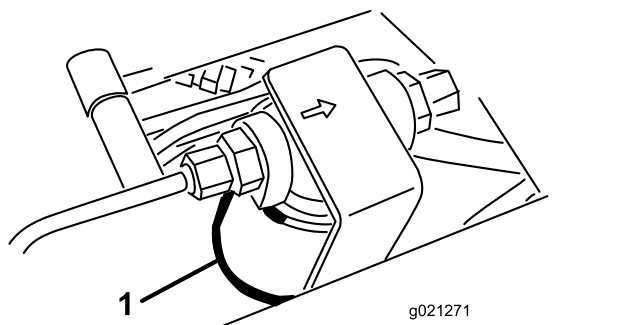
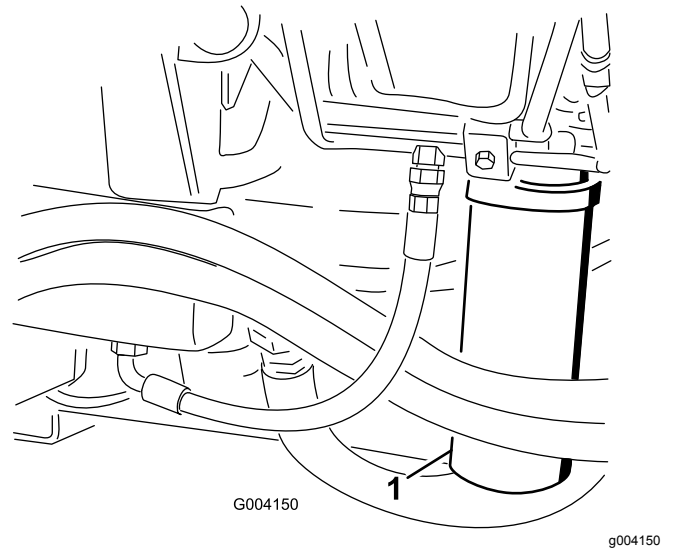

Bild 102
Bild 103
2. Reinigen Sie den Bereich um den Filterbefestigungsbereich und stellen Sie eine Auffangwanne unter den Filter (**Bild 102**) und (**Bild 103**).